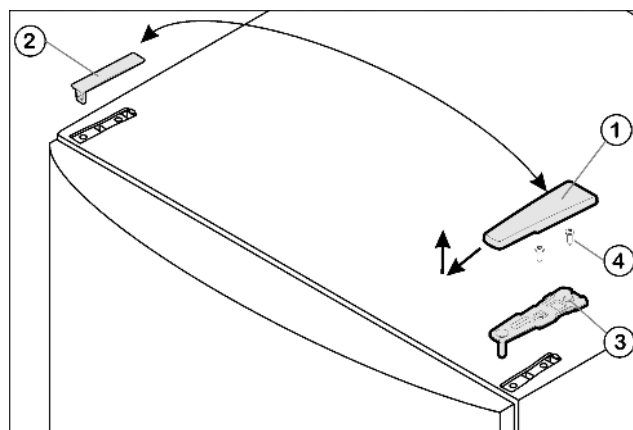

Fig. 4
- ▶ Потяните крышку Fig. 4 (1) вперед и вверх.
- ▶ Снимите крышку Fig. 4 (2).
- ▶ Открутите верхний опорный кронштейн Fig. 4 (3) (2 шт. Torx® 25) Fig. 4 (4) и вытяните вверх.
- ▶ Установите верхний опорный кронштейн Fig. 4 (3) на новой стороне шарнира и защелкните в дверце.
- ▶ Привинтите верхний опорный кронштейн **(с моментом 4 Нм)** (2 шт. Torx® 25) Fig. 4 (4). При необходимости проделайте отверстия или используйте аккумуляторную отвертку.
- ▶ Наденьте и защелкните крышку Fig. 4 (1) и крышку Fig. 4 (2) на противоположной стороне снаружи.